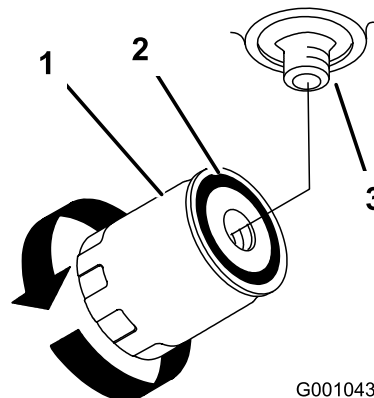

Figure 74
4. Déposez le filtre usagé et essuyez la surface du joint de l'adaptateur (Figure 74).
7. Tournez le filtre dans le sens horaire jusqu'à ce que le joint rejoigne l'adaptateur, puis donnez 1/2 tour supplémentaire (Figure 74).